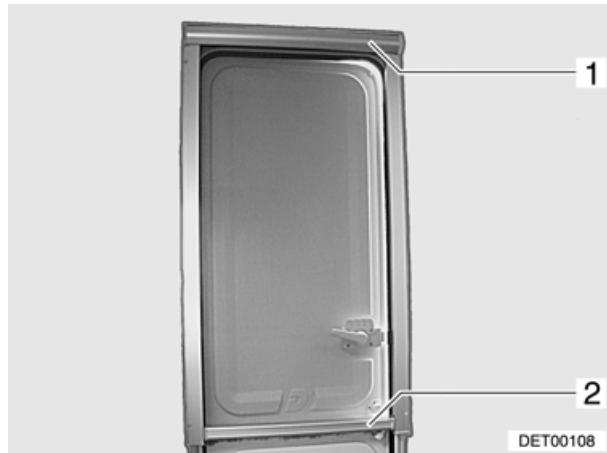

Bild 19 Insekteneschutzrollo
Das Insektenschutzrollo der geteilten Eingangstür befindet sich im oberen Rollokasten (Bild 19,1).
- Insektenschutzrollo an der Leiste (Bild 19,2) nach unten ziehen, bis es einrastet.
- Leiste (Bild 19,2) etwas nach unten drücken, bis die Arretierung löst, und Insektenenschutzrollo langsam in den Rollokasten zurückführen.